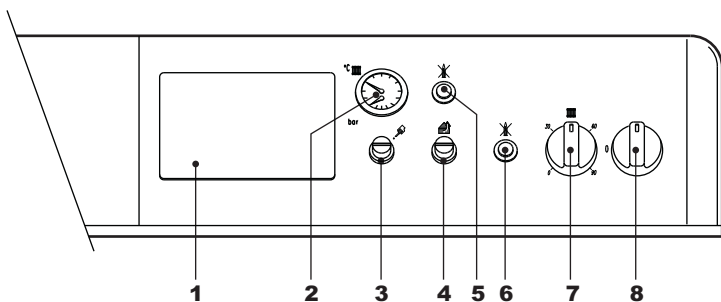

fig. 1 - Panoul de comandă
- Puneți întrerupătorul centralei "8" pe poziția 1 (fig. 1).
- În cazul în care centrala este echipată cu o unitate de control electronic termostatică, montată în poziția 1 din fig. 1, utilizatorul va trebui să țină cont și de instrucțiunile oferite de producătorul acesteia.
Rotind butonul 7 din fig. 1 în sens orar, temperatura apei din circuitul de încălzire crește, iar rotindu-l în sens antiorar, scade. Temperatura poate varia de la o valoare minimă de 30° la o valoare maximă de 90°. Vă recomandăm oricum ca centrala să nu funcționeze la valori de temperatură mai mici de 45°.
Stabiliți cu ajutorul termostatului de cameră temperatura dorită în interiorul încăperilor. La comanda termostatului de cameră, centrala se aprinde și încălzește apa din instalație la temperatura stabilită de termostatul de reglare 7 al centralei din fig. 1. Când se ajunge la temperatura dorită în interiorul încăperilor, generatorul se oprește.
Valoarea presiunii de umplere a instalației reci, indicată de hidrometrul centralei, detaliul 2 din fig. 1, trebuie să fie de aproximativ 1,0 bar. Dacă, în timpul funcționării, presiunea în instalație coboară (din cauza evaporării gazelor dizolvate în apă) la valori inferioare valorii minime menționate mai sus, Utilizatorul va trebui să o readucă la valoarea inițială, acționând robinetul de umplere. La sfârșitul operației închideți din nou, întotdeauna, robinetul de umplere.